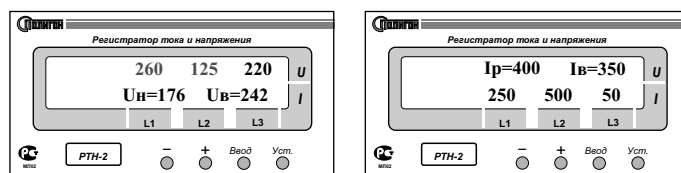

Рис.4
4.1.4. Если при просмотре событий необходимо посмотреть заданные значения порогов, то необходимо нажать кнопку «Уст.», при этом на индикаторе высветятся (рис.4): U_n - нижний порог напряжения; U_v - верхний порог напряжения; I_v - верхний порог тока